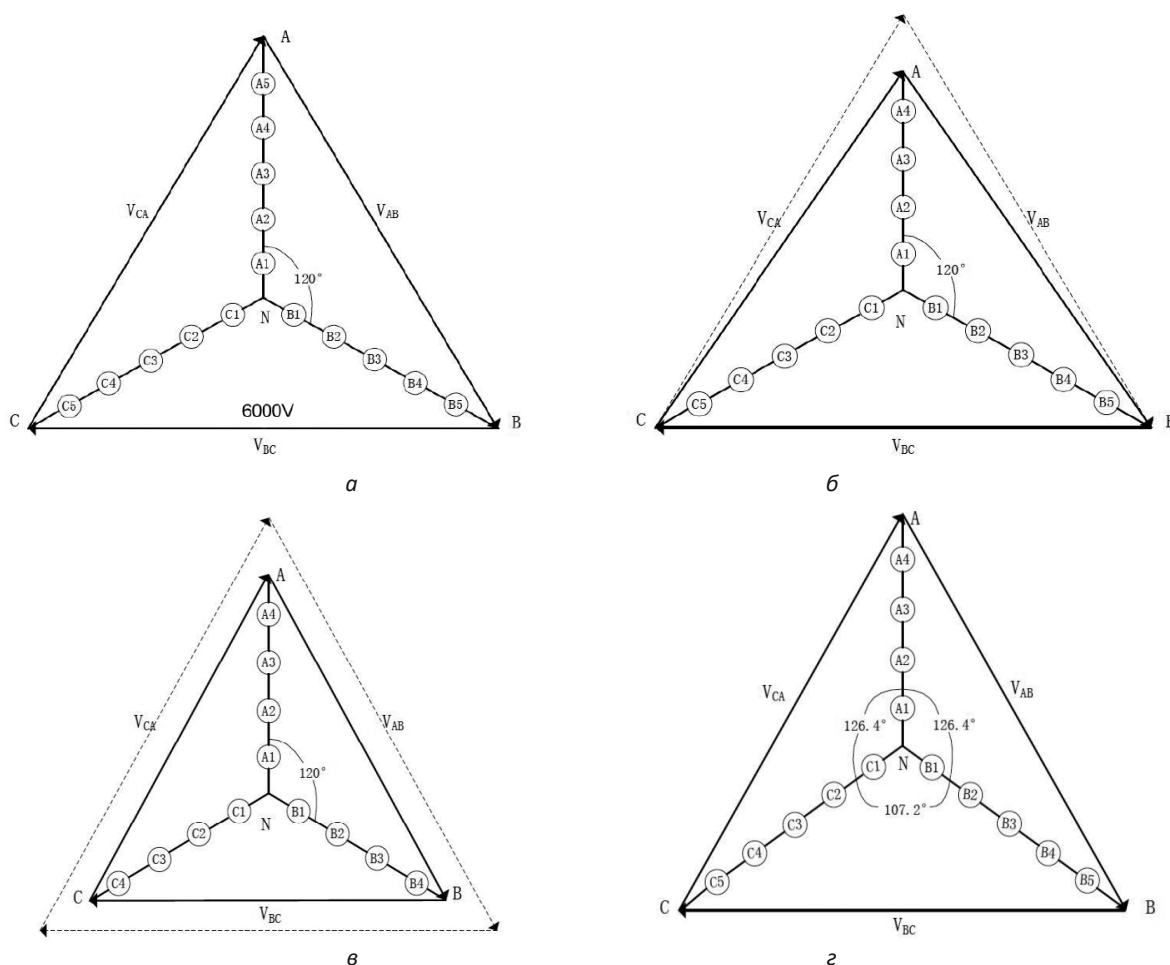

Рис. 6.2 - Диаграмма силовой части преобразователя частоты с 5 ячейками на 6 кВ
На рис. 6.2 приведена диаграмма силовой части преобразователя частоты. Когда все силовые ячейки исправны угол между фазами выходного напряжения будет равен 120 электрическим градусам. Если в случае неисправности силовой ячейки (например A5) в ней сработает байпас. Фазное выходное напряжение фазы A уменьшается, что приведет к разбалансу выходного напряжения преобразователя частоты.
- Использовать алгоритм дрейфа нейтральной точки. Благодаря тому, что нейтральная точка преобразователя частоты не связана с нейтральной точкой двигателя, есть возможность сдвинуть ее. Следовательно, баланс выходного напряжения преобразователя частоты можно регулировать, корректируя угол между фазами выходного напряжения. Хотя фазное напряжение на выходе различно, можно достичь сбалансированного линейного выходного напряжения преобразователя частоты, и двигатель может работать стабильно. Этот метод обеспечивает выходное напряжение в 92,9% от номинального выходного напряжения. На рис. 6-2 (г) фазовый угол выходного напряжения между фазами А и В, А и С составляет 126,4 электрических градусов, между фазами В и С - 107,2 электрических градусов, а не обычных 120, но именно это обеспечивает сбалансированный выход линейного напряжения.